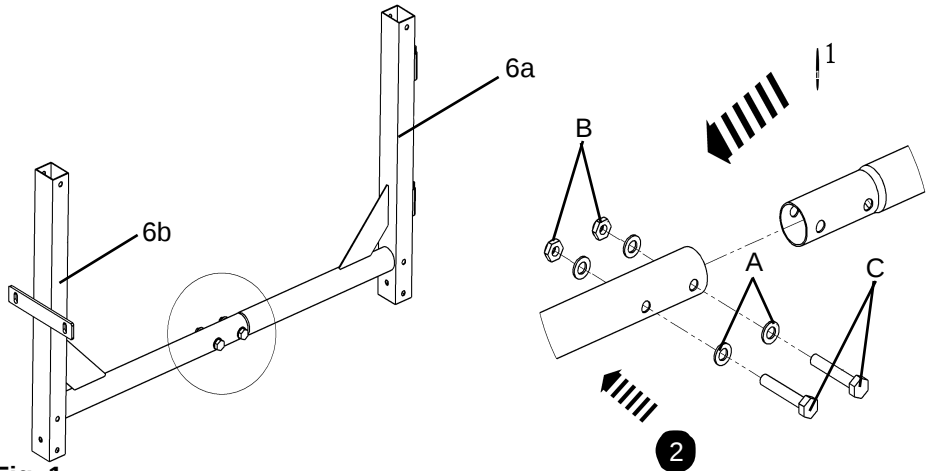

Fig. 1
2. Alinhe os quatro orifícios em ambos os suportes (6), e depois fixe a conexão com parafusos (C), rolos (A) e porcas (B) (Fig. 1).